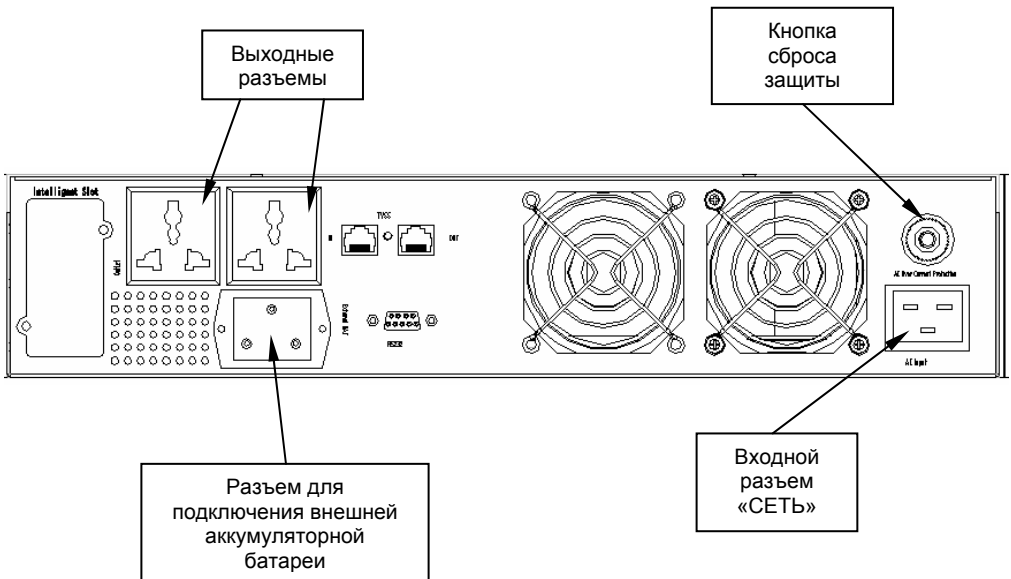

Рисунок 1 – Задняя панель источника
3. Включится индикатор «СЕТЬ». При этом светодиоды индикаторной линейки, отображающие уровень нагрузки, последовательно сканируются один за другим и через пару секунд включается правый светодиод индикаторной линейки (см. рисунок 1).
Индикатор «СЕТЬ» не светится и звуковой сигнал тревоги звучит с периодичностью в несколько секунд	Сработала защита источника по входу. Нажать кнопку сброса защиты (см. рисунок 1).